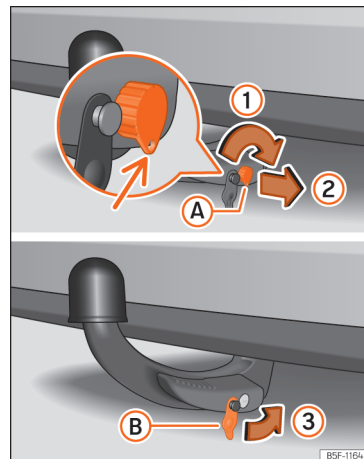

Fig. 175 Colocação do gancho de reboque. Passo 2
- Rode a chave para a direita apenas meia volta, até que o orifício da chave fique abaixo »» Fig. 175 (1).
- Retire a chave (2).
- Coloque a tampa (B) na fechadura (3) »» Fig. 175 »» ⚠.